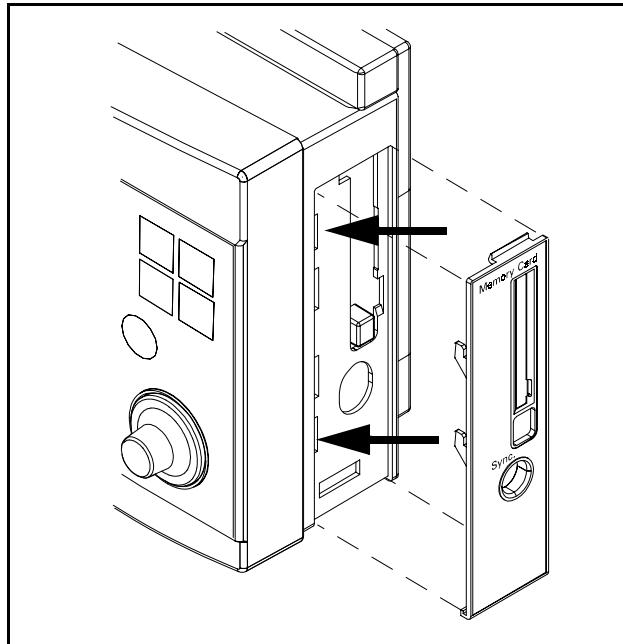

Abbildung 3-7 Schlitze an der rechten Seite
- 2) Führen Sie die Spitze des Werkzeugs zur Entfernung der Seitenplatte, wie in Abbildung 3-7 und 3-8 dargestellt, in die vier seitlichen Slitze, und drücken Sie gleichzeitig Fronteinheit und das Rückteil leicht zusammen, sodaß sich die Widerhaken von den seitlichen Führungs-schienen, welche die beiden Einheiten zusammenhalten, lösen.